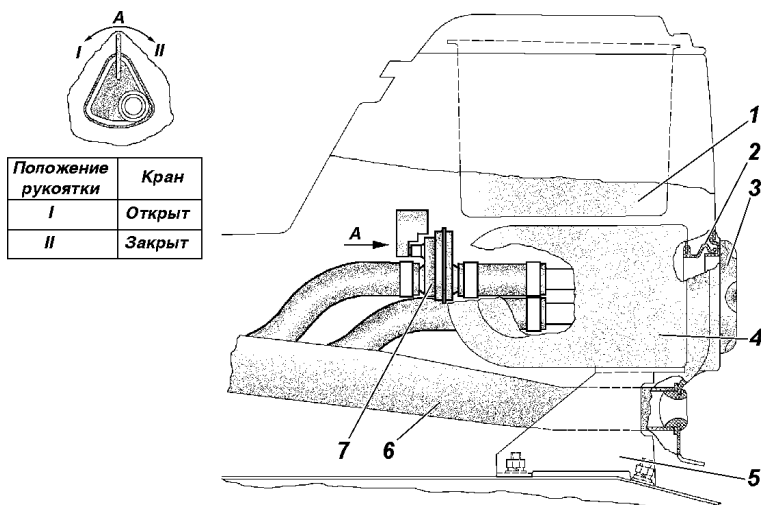

Рис. 3.9. Дополнительный отопитель:
- откройте кран 7 (рис. 3.9) дополнительного отопителя, расположенный внутри напольного контейнера, предварительно вынув корпус 1 вещевого ящика;